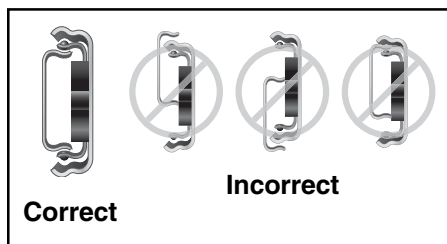

Figure 11
13. S'assurer que les glissières du socle et du tiroir sont bien alignées (voir la figure 11).